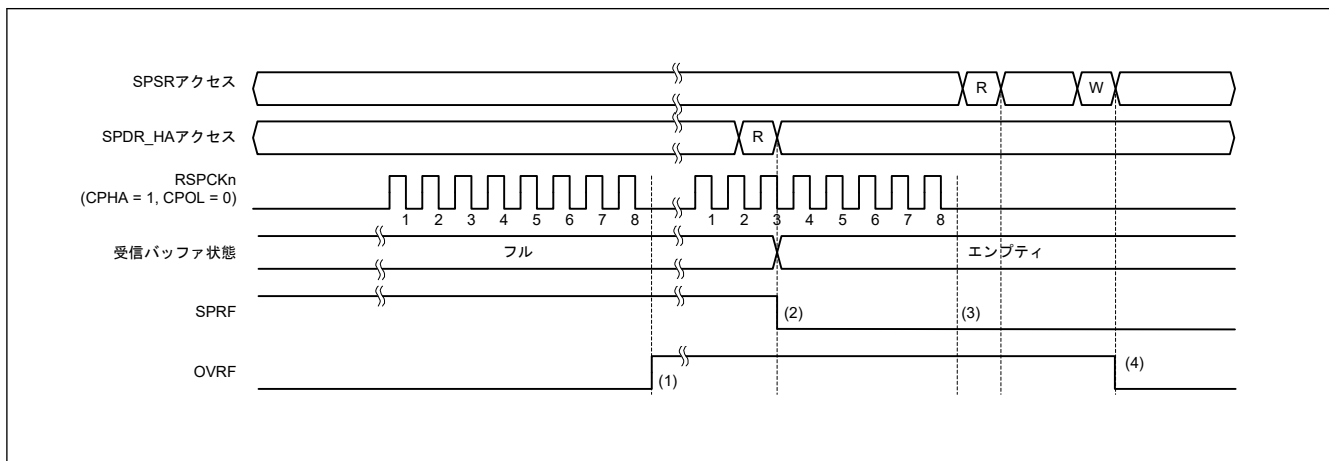

図 28.28 OVRF フラグおよび SPRF フラグの動作例
図 28.28 に、SPSR.OVRF フラグと SPRF フラグの動作例を示します。図 28.28 に記載した SPSR アクセスと SPDR_HA アクセスは、それぞれ SPSR、SPDR_HA レジスタへのアクセス状況を示しています。W は書き込みサイクル、R は読み出しサイクルを示しています。この例では、SPCMD0.CPHA ビットが 1、SPCMD0.CPOL ビットが 0 の設定で、SPI が 8 ビットのシリアル転送を実行しています。RSPCKn 波形の下に記載した数字は、RSPCKn サイクル数 (= 転送ビット数) を示しています。
以下に、図 28.28 の (1)～(4) に示したタイミングでのフラグの動作内容を説明します。